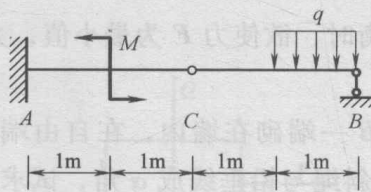

图 1-25
(7) 梁的结构尺寸、受力情况如图 1-25 所示，不计梁重，已知 $q = 10\text{kN/m}$ ， $M = 10\text{kN} \cdot \text{m}$ ，试求 A 、 B 、 C 处的约束反力。